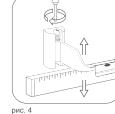

рис. 4
**! Для того, чтобы идеально равно смонтировать радиатор на стену, используйте оригинальные регулируемые кронштейны Royal Thermo (рис. 4).**